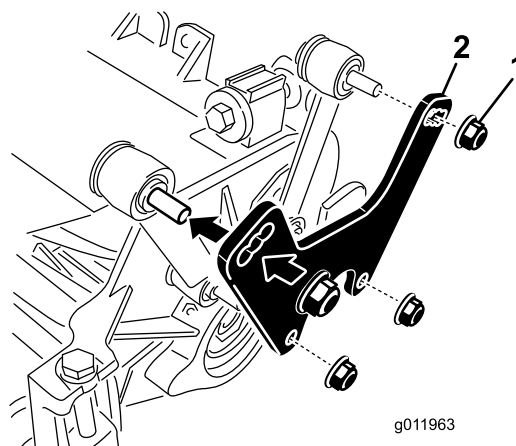

Figura 7
1. Retire as porcas e anilhas que fixam as ligações de elevação à placa lateral da unidade de corte e estrutura de suporte (Figura 7).